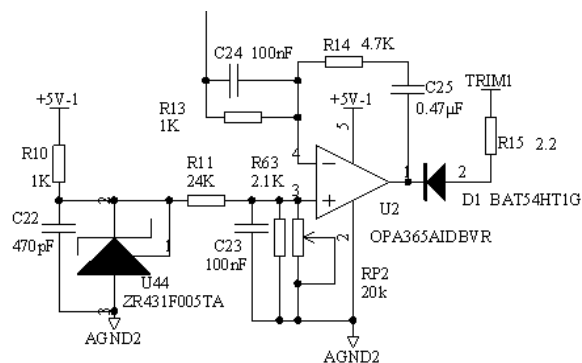
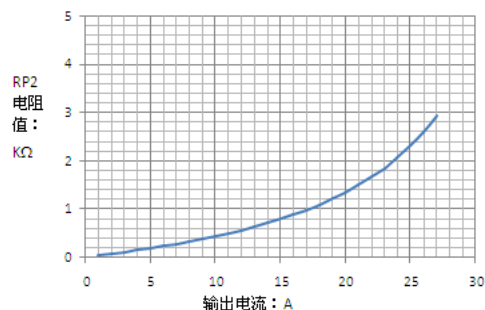

图12 恒流充电电路
图13 RP2的阻值随输出电流的变化关系曲线
- 通过更改图12中RP2的阻值可改恒流的电流范围。当RP2阻值为434Ω时，恒流电流为10A；RP2阻值为1.34KΩ，恒流电流为20A；RP2阻值为2.93KΩ，恒流电流为27A，RP2的阻值从最小到最大变化时，电流范围为0A-27A（可见图13），最大不超27A，即RP2最大阻值为2.93KΩ。